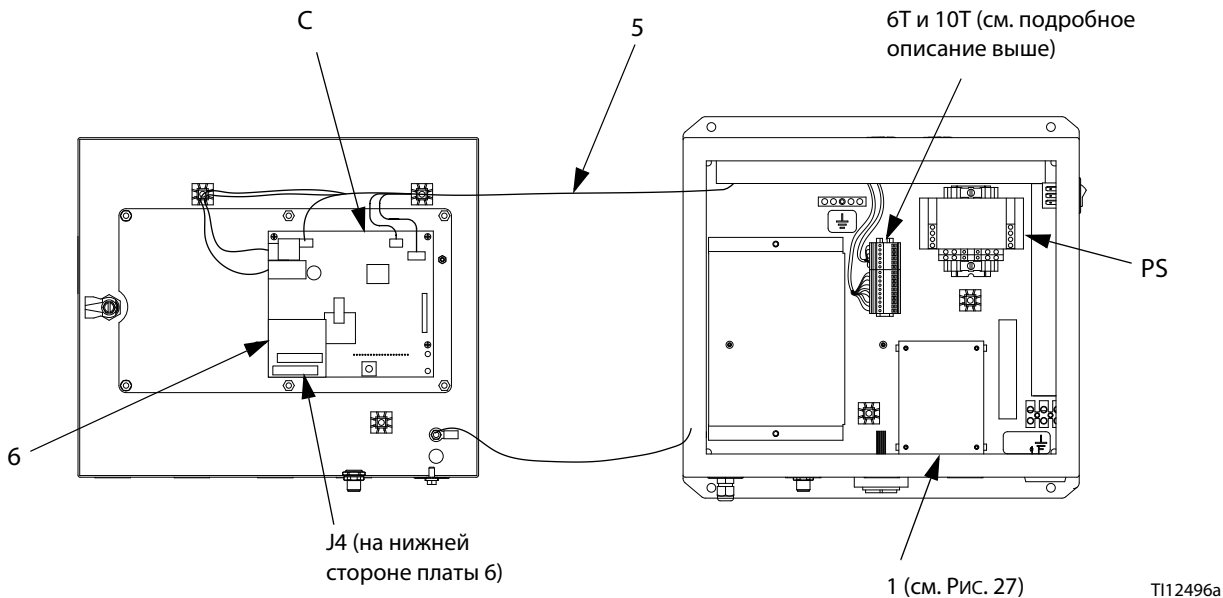

Рис. 26: Платы управления устройством EasyKey
- Установите расположение платы дисплея (С). Рис. 26.
- Совместите разъем J4 на нижней стороне платы устройства AutoKey (6) с разъемом J3 на плате дисплея. Прижмите их друг к другу. Рис. 26.
- Зафиксируйте плату устройства AutoKey (6) винтом (7).
Установите плату дискретного ввода-вывода (1) в положение, показанное на Рис. 26, используя четыре опоры платы (2) из комплекта поставки. Ориентацию платы см. на Рис. 27.
1. Установите рейку DIN из комплекта поставки слева от источника питания (PS) как показано на Рис. 26. Используйте два крепежных винта 6-32 x 1/4 дюйма (6 мм) из комплекта поставки жгута проводов (5).
- a. Вставьте контактную колодку (6Т) на 6 выводов и контактную колодку на 10 выводов в рейку DIN. См. Рис. 26.